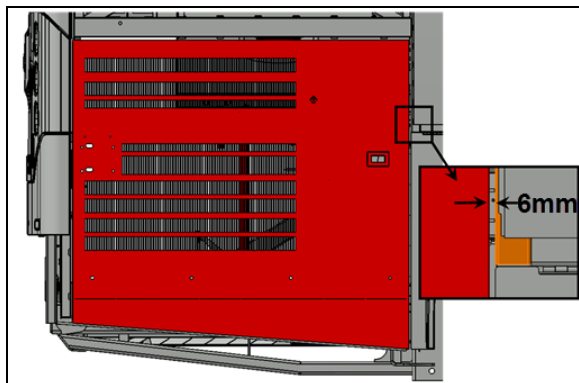

FIGURE 114:
5. Vérifier le jeu entre la porte et l'aile arrière au niveau du bras supérieur de la porte. Le jeu doit être  $1/4''$  (6 mm) (Figure 114:).